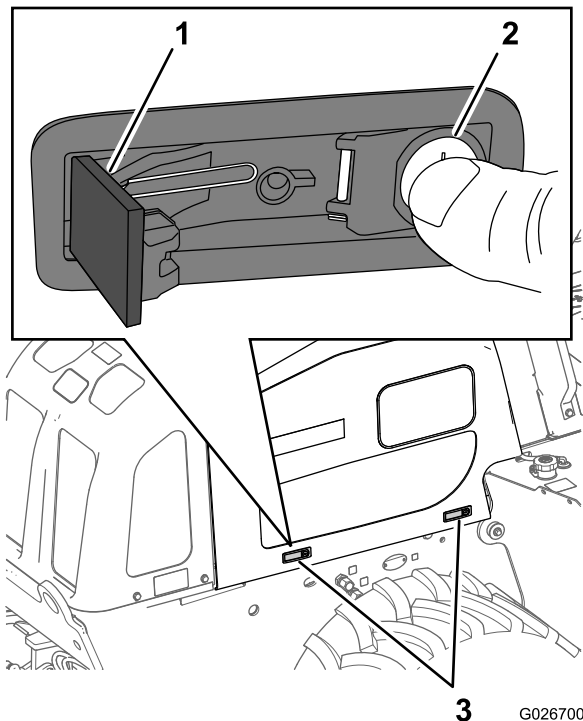

Рисунок 60
3. Нажмите на кнопочную часть каждой защелки, ту часть, где расположен цилиндр замка (Рисунок 60).
4. Установите защелку, нажав на рычаг защелки (Рисунок 60).